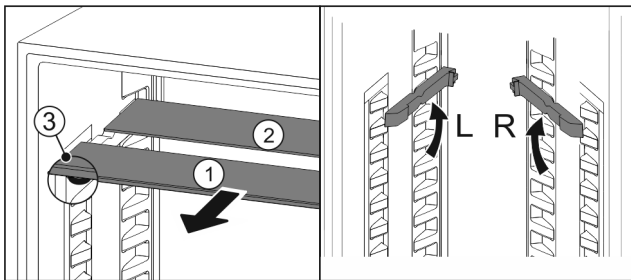

Fig. 94
- ▶ 将玻璃隔板逐个向前拉出 Fig. 94 (1)。
- ▷ 带装饰条的玻璃隔板 Fig. 94 (1)在前。
- ▷ 阻挡装置 Fig. 94 (3)指向下方。